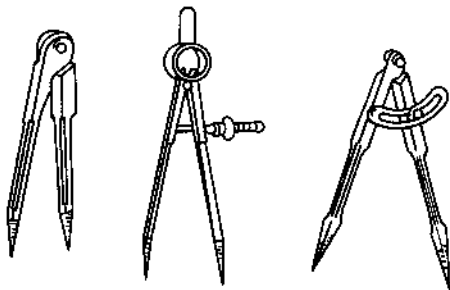

图 2-3 划规
3. 划规 划规用来划圆和圆弧、等分线段、等分角度及量取尺寸等。常用的划规如图2-3所示。